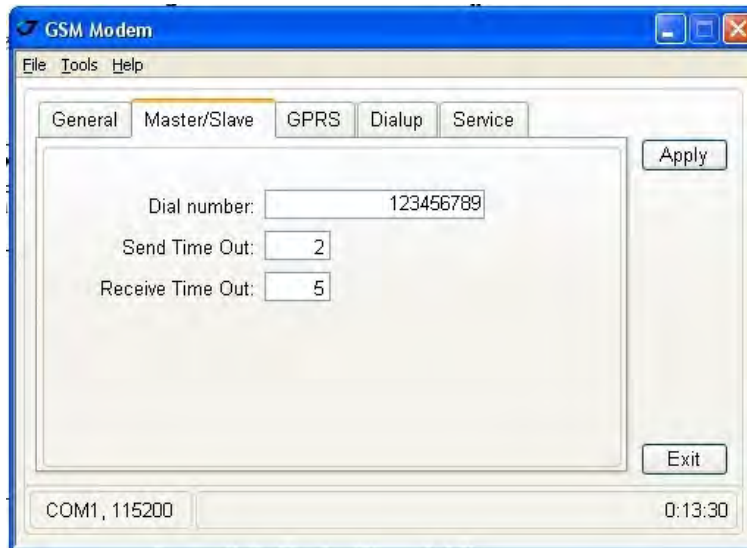

Рисунок 9. Закладка Master/Slave
2. В закладке *Master/Slave* настройте следующие параметры (Табл. 3) и нажмите *Apply* (Рис. 9 на стр. 22).